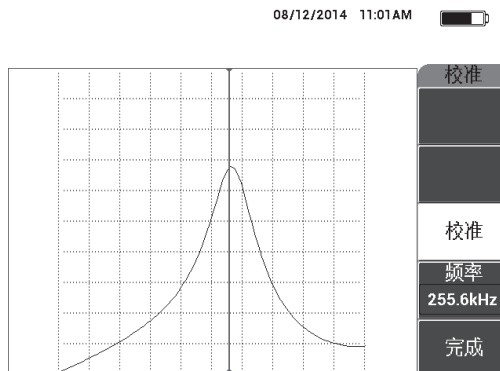

图 6-47 校准屏幕
6. 按**完成**（**E** 键）（参见第 153 页的图 6-47）。